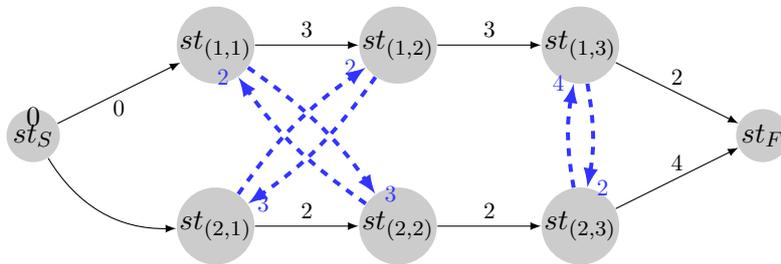

FIGURE 1 – Exemple de Job Shop
Les contraintes (2), (3) et (4) de ce problème peuvent être représentées par le graphe de la figure 1 sur lequel on a introduit les opérations fictives S et F . Dans ce graphe, un arc entre deux sommets $st_{(i,j)}$ et $st_{(i',j')}$, représentent la contrainte $st_{(i',j')} \geq st_{(i,j)} + l_{(i,j)}^{(i',j')} \Leftrightarrow st_{i',j'} - st_{(i,j)} \geq l_{(i,j)}^{(i',j')}$ où $l_{(i,j)}^{(i',j')}$ est la valeur de la distance entre $st_{(i,j)}$ et $st_{i',j'}$ (pour le problème étudié, cette distance vaut $p_{(i,j)}$). Les arcs représentés en trait plein représentent les contraintes (2) et (4) : ils traduisent les contraintes temporelles du problèmes et sont appelés arcs conjonctifs. Les arcs représentés en pointillé correspondent aux contraintes (3) : ils traduisent les contraintes de partage de ressources ; ils sont appelés arcs disjonctifs.